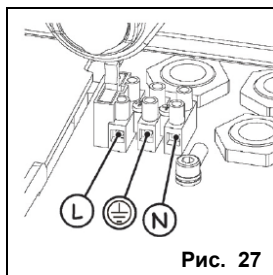

Рис. 27
- ➡ Кабель питания 230/115 В перем. тока подключать согласно схеме на рис. 27